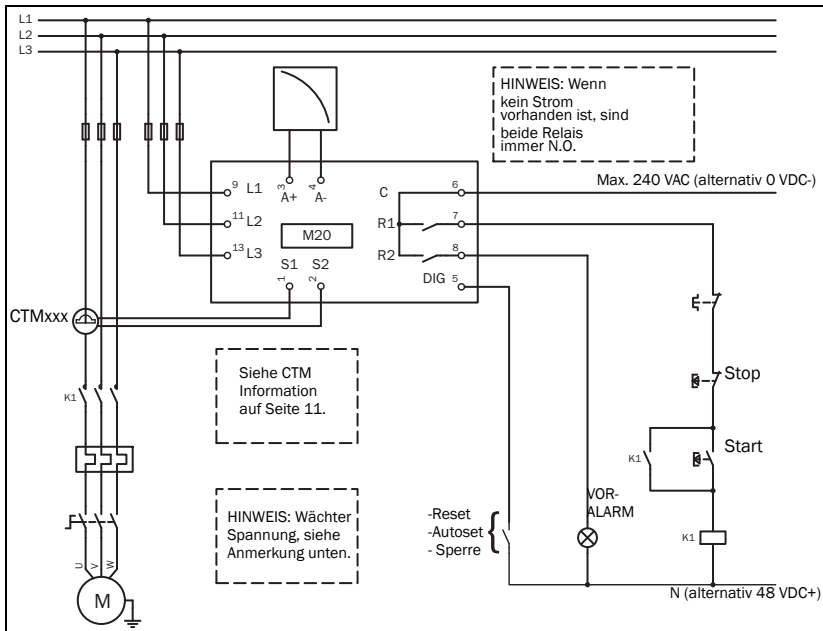
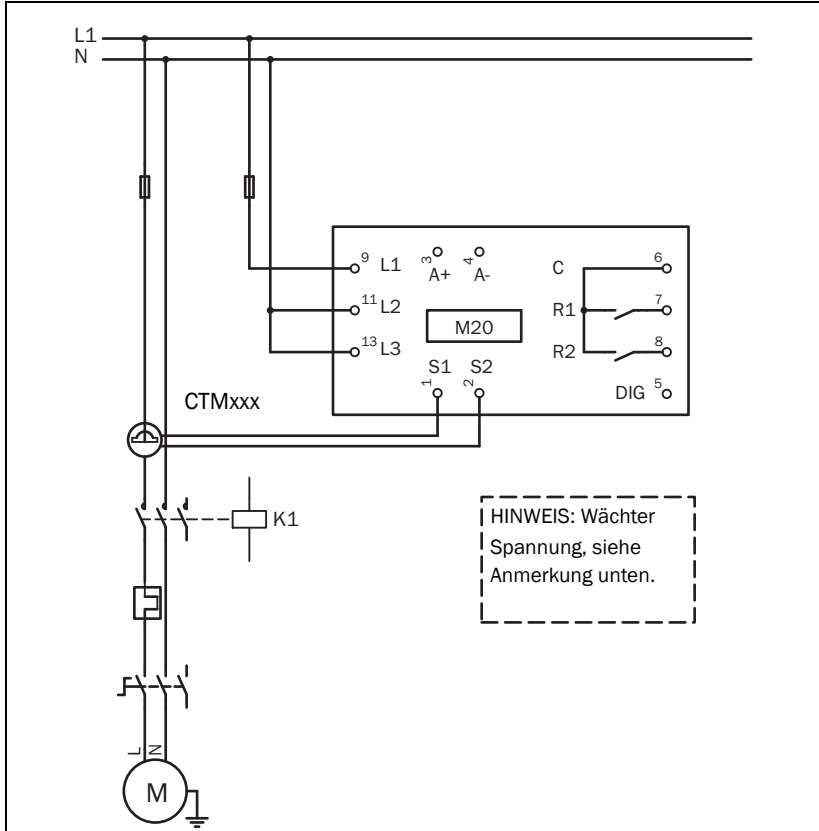

Abb. 1 Anschlussbeispiel
Abb. 2 Beispiel eines Einzelphasen-Anschlusses.
1. Den Emotron M20 entsprechend Kapitel 5 und Abb. 1 anschließen.
Der folgende Schaltplan zeigt ein Beispiel wie der M20 für die Steuerung der Start-/Stoppschaltung eines Dreiphasenmotors angeschlossen wird, Abb. 1. Anschlüsse an einen Einphasenmotor werden später in dieser Anleitung behandelt (Abb. 2) als auch die Programmierungsänderungen, die für solche Anwendungen notwendig sind. Die Voreinstellung für den M20 ist 3-phasig.
1. Der Stromtransformator CTMxxx muss in der gleichen Phase eingebaut werden, die an Klemme 9, Phase L1, angeschlossen ist, siehe Abb. 1. Missachtung dieser Anforderung führt zum Funktionsausfall des Wächters.
2. Bei Einphasen-Anschlüssen, siehe Abb. 2.
**Hinweis: Der Stromtransformator (CTMxxx) muss in der gleichen Phase eingebaut werden, die an Klemme 9, Phase L1, angeschlossen ist, siehe Abb. 1.**
**HINWEIS: Falls START/STOPP gemäß Abb. 1 angeschlossen wird, ist eine Überbrückung der Klemmen 6 und 7 beim Programmieren zu empfehlen. Nach beendeter Programmierung ist diese Überbrückung wieder zu entfernen. In Abb. 1 sicherstellen, dass der Spannungsbereich, z.B. 3x380-500 VAC, der angeschlossenen Motor-/Leitungsspannung, z.B. 3x 400 V, entspricht.**
Dieses Verkabelungsbeispiel zeigt die Anschlüsse, die für Einzelphasen-Anwendungen benötigt werden. Siehe Abb. 1 für die weitere Verkabelung.
**HINWEIS: In Abb. 2 sicherstellen, dass der Spannungsbereich, z.B. 1x100-240 VAC, der angeschlossenen Motor-/„Netz - neutral“ Spannung, z.B. 1x 230 V, entspricht.**
Der digitale Eingang verwendet Klemme 5 (DIG) und 6 (C - Referenz). Entweder kann ein VAC oder ein VDC-Signal verwendet werden. „+“ an Klemme 5 (DIG) und „-“ an Klemme 6 für das VDC-Signal anschließen. Bitte die Polarität beachten, wenn Gleichspannung verwendet wird. Siehe Abb. 1 und Klemme 6: Max. 240 VAC (oder 0 VDC-) und an Klemme 5: N (oder 48 VDC+). Siehe Kapitel 9, Zusatzfunktionen.